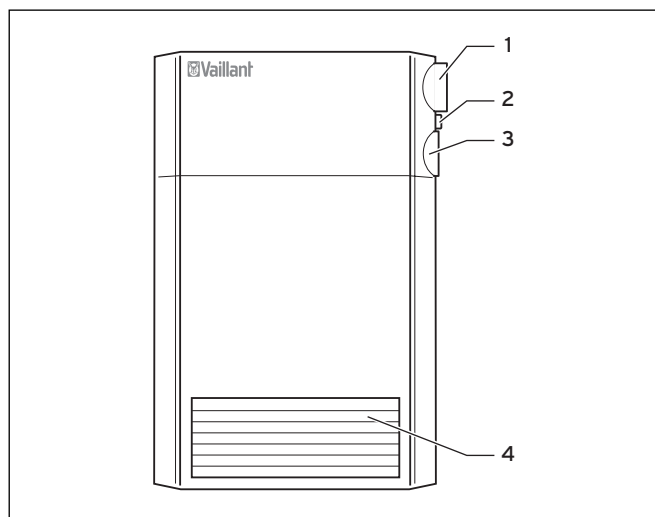
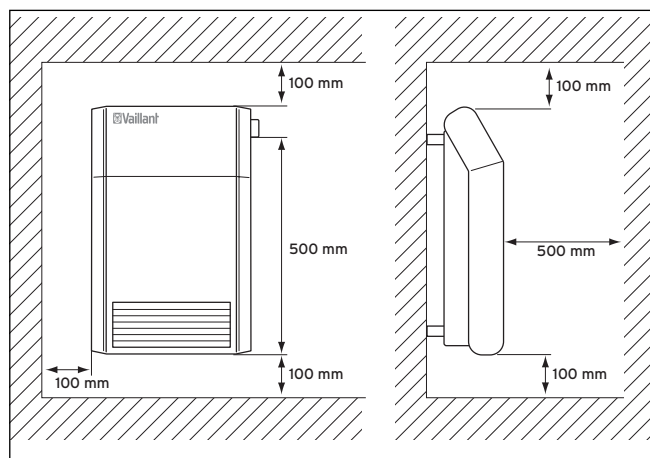

Abb. 2.1 Aufbau
Abb. 3.1 Abmessungen und Mindestabstände
- Zu der Gerätevorderseite ist ein Mindestabstand von 500 mm zu brennbaren Gegenständen wie Gardinen, Tischdecken, Polstermöbel usw. einzuhalten. Die Mindestabstände zu Fußboden und Wänden sind entsprechend Abbildung 3.1 einzuhalten.
- Entnehmen Sie den Aufhängebügel (1) aus der Verpackung.
- Montieren Sie den Aufhängebügel (1) so, dass der Mindestabstand von 100 mm von den Gerätekanten zu allen umgebenden Seiten (Fußboden, Fensterbank, Wände, usw.) eingehalten wird (s. Abb. 3.1.).
- Bohren Sie die Befestigungslöcher für den Aufhängebügel (1) und setzen Sie die Dübel ein.
- Sorgen Sie dafür, dass der Mindestabstand zwischen dem Heizregister mit Luftaustritt (s. Abb. 2.1) und brennbaren Gegenständen mindestens 500 mm beträgt.